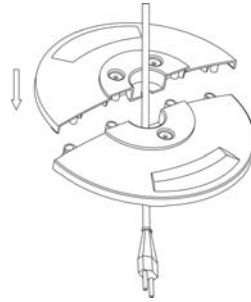

Bild 2
2. Fäst fotens främre och bakre del i varandra (F, G) (bild 2).